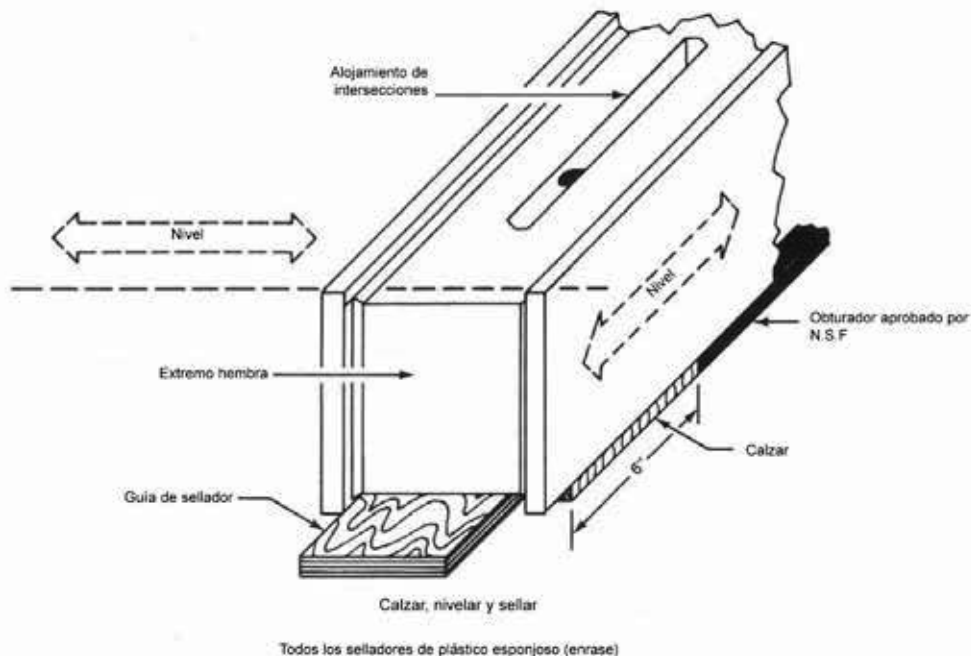

Figura 4
Cuando se nivela por completo el ensamble del enrase y se lo soporta con calces, según corresponda, **CON CUIDADO Y SIN DESESTABILIZAR EL MATERIAL DE CALCE**, levante las secciones del enrase, voltéelas de abajo hacia arriba y aplique un reborde espeso de obturador de construcción en el fondo de la sección del enrase a lo largo de los dos bordes que están en contacto con la superficie del piso del edificio. El diámetro del reborde sellador debe ser mayor que el material de calce más grueso para asegurar un sellado total y hermético a lo largo de todo el enrase (Figura 4). El obturador aprobado por la NSF está provisto y se lo encontrará en la caja de ferretería.
Inmediatamente después de aplicar el sellador de construcción a una sección del enrase, vuelva a colocar la sección del enrase en su sitio original sobre el piso del edificio **SIN DESESTABILIZAR EL MATERIAL DE CALCE** y coloque un cubrejuntas en cada junta del ensamble del enrase (Figura 4). Dado que el cubrejuntas está pensado para mantener alineadas las secciones del enrase, aproximadamente la mitad del sellador debe superponerse sobre cada sección. No necesita ser fijado en el lugar (Figura 4). **NOTA: Selle todas las juntas del enrase con obturador.** Haga una inspección final para comprobar la cuadratura, el nivel y si el ensamble del enrase está correctamente colocado con respecto al esquema trazado en el piso del edificio.
Los sujetadores deben aplicarse debajo de la línea central del interior del enrase a intervalos de aproximadamente 36", pero donde se usan los calces, aplique los sujetadores a través del material de calce, **NO ENTRE** los calces. Cuando el ensamble total esté asegurado en su posición, quite el exceso de obturador de construcción y de calce en ambos bordes del enrase. Alise a ras el reborde del sellador del enrase y retoque todas las áreas donde el sellador de construcción no hace un sellado perfecto (Figura 4).
**IMPORTANTE:** CADA SECCIÓN DE SELLADOR (ENRASE) DEBE SER SOPORTADA AL MENOS CADA 24" YA SEA POR EL PISO DEL EDIFICIO O POR LOS CALCES. Siempre que sea posible evite usar franjas de calce (ver figura 4).